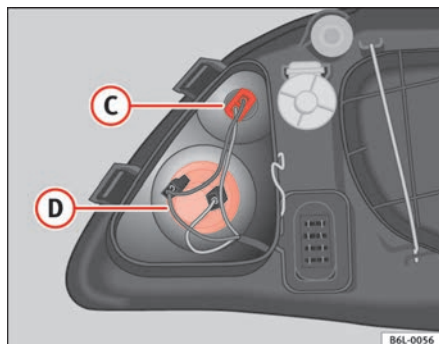

Fig. 149 Luz intermitente
- Gire hacia la izquierda el portalámparas y extraígalo de su alojamiento ⇒ fig. 149 ④.